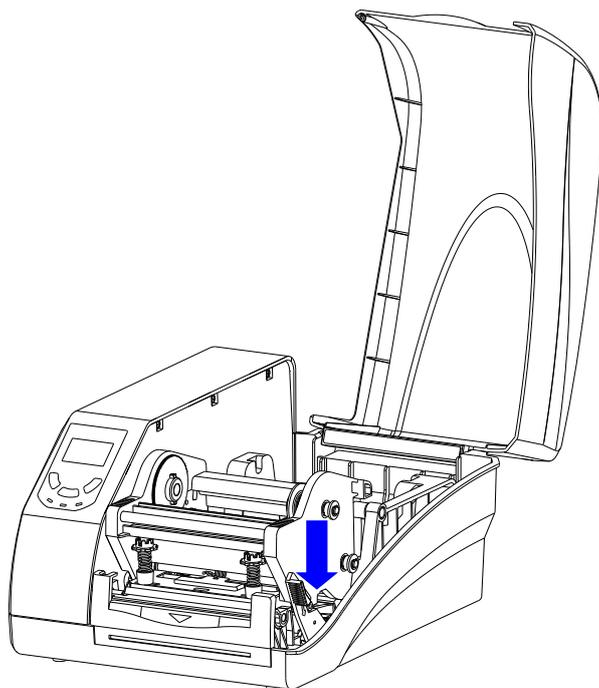

图 2-4 松开打印模组
1. 打开打印机右盖，按下锁紧杆，松开打印模组。如图 2-4 所示。